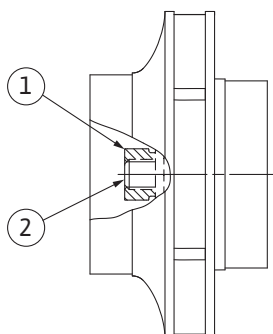

Fig. 107: Posición correcta de la tuerca del rodete tras el montaje
8. Sujete el eje con una llave de boca fija (ancho de boca de 22 mm) y apriete la tuerca del rodete con el par de apriete prescrito (véase la tabla «Par de apriete» [► 28]). La tuerca (Fig. 107, Pos. 1) debe quedar enrasada con el extremo del eje (Fig. 107, Pos. 2) con un margen de tolerancia de aprox. $\pm 0,5$ mm. Si no es así, afloje la tuerca y repita los pasos 4 ... 8.